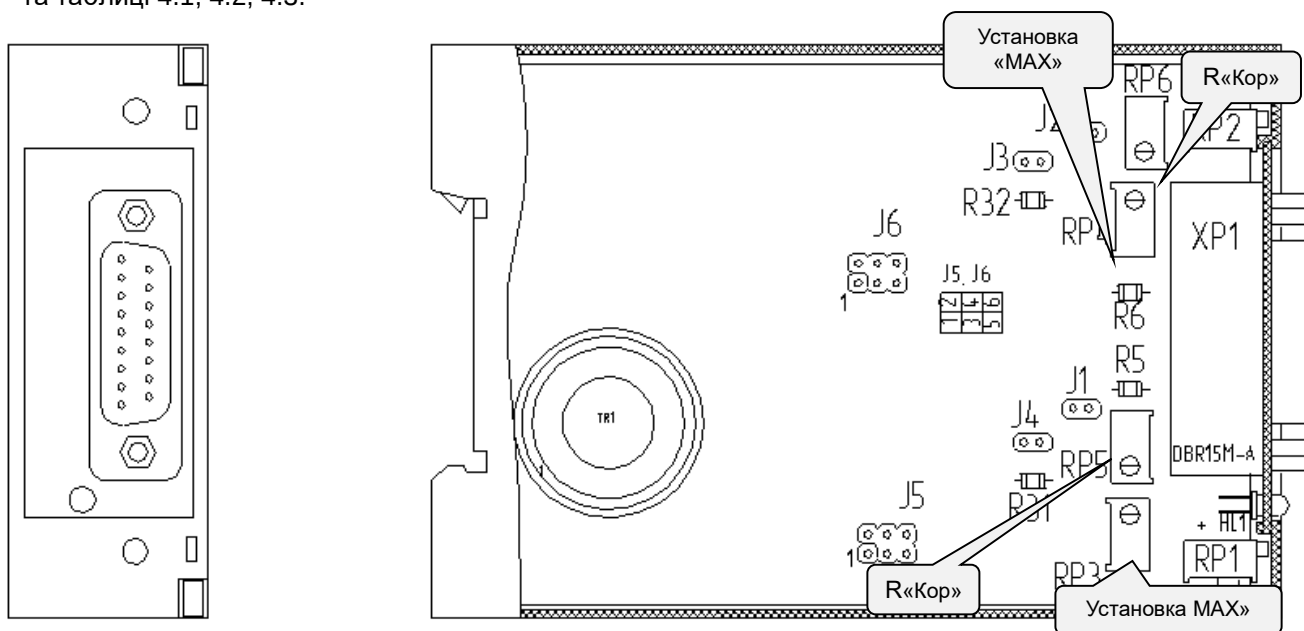

Рисунок 4.2 - Схема розташування органів регулювання та елементів перебудови БПО-32
4.2.4 Для зміни налаштувань БПО-32 на інші вхідні/вихідні сигнали використовуйте рисунок 4.2 та таблиці 4.1, 4.2, 4.3.